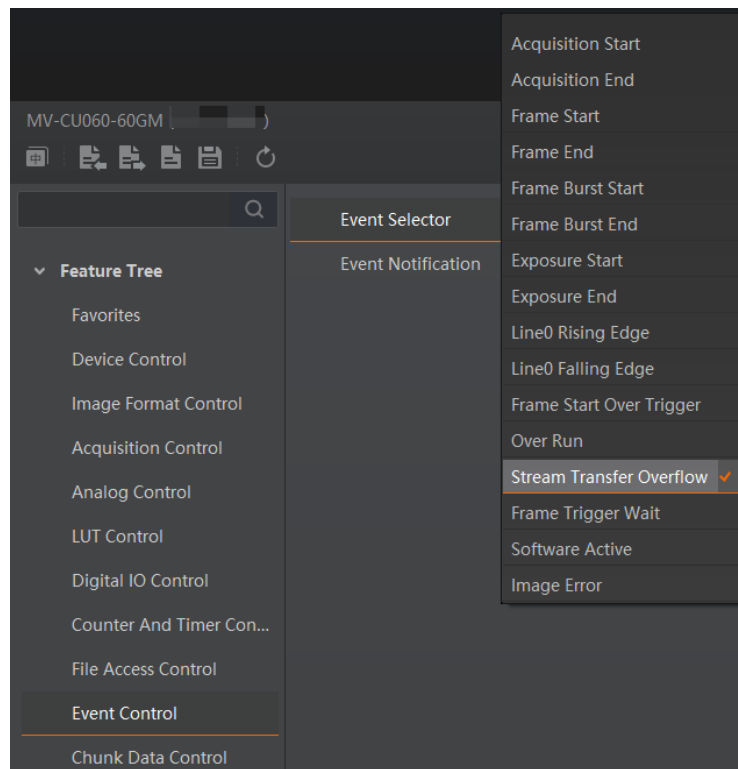

图12-24 选择需要查看的事件
1. 在属性 *Event Control* 下，参数 *Event Selector* 处下拉选择需要查看的事件，如 图12-24所示。